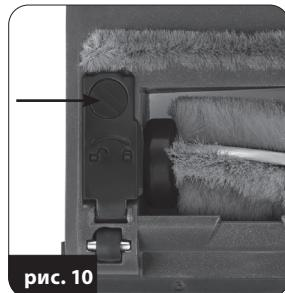

рис. 10
4. Периодически очищайте врачающийся валик электрощетки. Валик можно демонтировать после разблокировки в нижней части электрощетки, обозначенной стрелкой на рис. 10. После очистки валика поместите его обратно в электрощетку и заблокируйте.